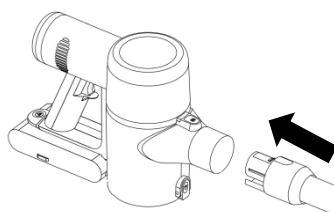

Figura 2
2. Aliniați orificiul de montare al tubului de aluminiu cu poziția de montare a unității principale și așezați-o vertical într-o poziție adecvată. Veți auzi un clic atunci când este poziționat corect. (Figura 2).